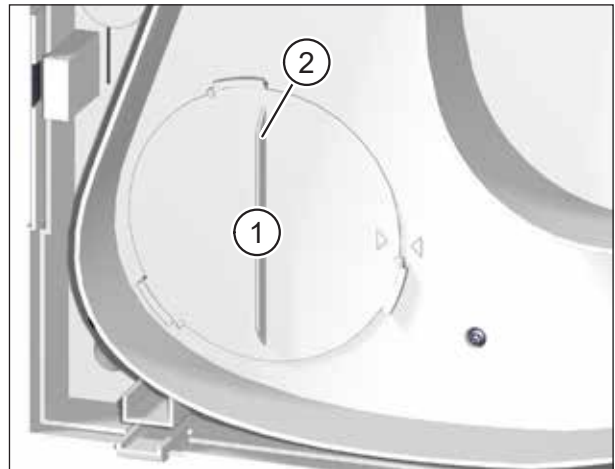

Abb. 17: Außenluftfilter entfernen
- ▶ Drehen Sie den Filterdeckel (Pos. 1 in Abb. 17) an der Griffleiste (Pos. 2 in Abb. 17) gegen den Uhrzeigersinn, bis sich der Filterdeckel aus den Halterungen gelöst hat.
- ▶ Kontrollieren Sie die Position des Filterdeckels. Die Griffleiste muss senkrecht stehen und der Pfeil auf dem Filterdeckel muss mit dem Pfeil der Arretierposition fluchten (siehe Abb. 17 auf Seite 34).